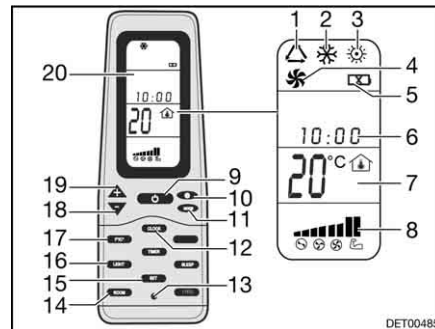

Fig. 180 Mando a distancia
- Pulsar la tecla ON/OFF (Fig. 180,9).
- Pulsar la tecla "Mode" (Fig. 180,11) las veces que sean necesarias hasta que se visualice el modo de funcionamiento deseado (Fig. 180,1, 2, 3 ó 4) en el display (Fig. 180,20).
- Ajustar la temperatura deseada con las teclas "+" (Fig. 180,19) y "-" (Fig. 180,18).
- Seleccionar la etapa deseada del ventilador con la tecla Velocidad del ventilador (Fig. 180,10).